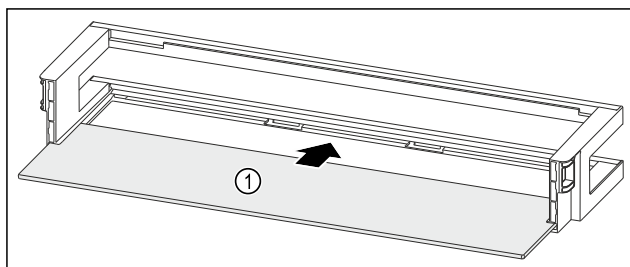

Fig. 95 Odkladací priestor vo dverách s odkladacou plochou
- Zasuňte odkladaciu plochu Fig. 95 (1) do bočných vybrání.